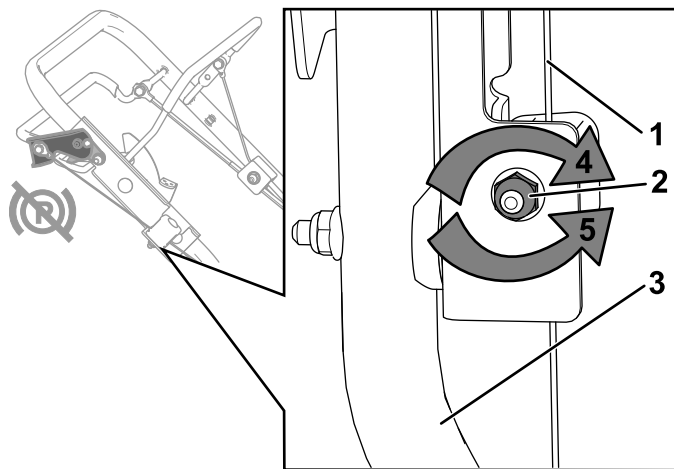

Figura 51
- Rode a porca de ajuste no sentido contrário ao dos ponteiros do relógio para folgar o ajuste do cabo (Figura 51).
- Ajuste a tensão do cabo (Figura 51) empurrando-o ou puxando-o e mantendo a posição.